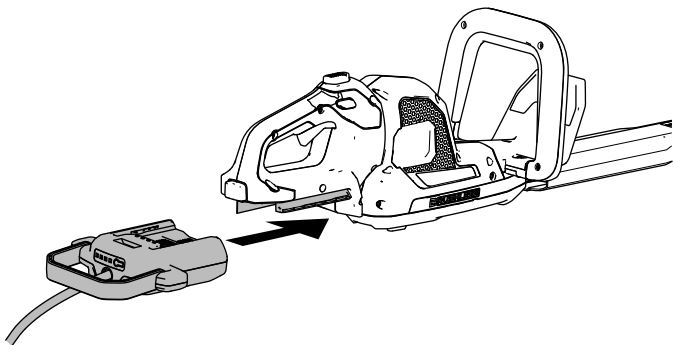

Figure 5
- Alignez le connecteur de la batterie et insérez-le dans l'outil jusqu'à ce qu'il se verrouille en place, comme montré à la Figure 5.